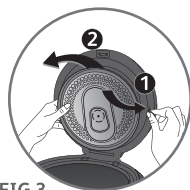

FIG.3
- Scoateți vasul detașabil, capacul interior detașabil și supapa de micro presiune. Pentru a scoate capacul interior, apăsați clema de deblocare de pe partea dreaptă pentru a elibera capacul – **Fig.3**.